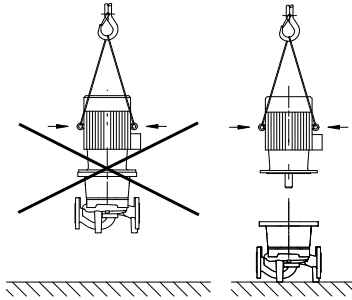

Fig. 33: Transport motora
- Transportne uške na motoru su odobrene samo za transport motora, a ne cele pumpe (Fig. 33).